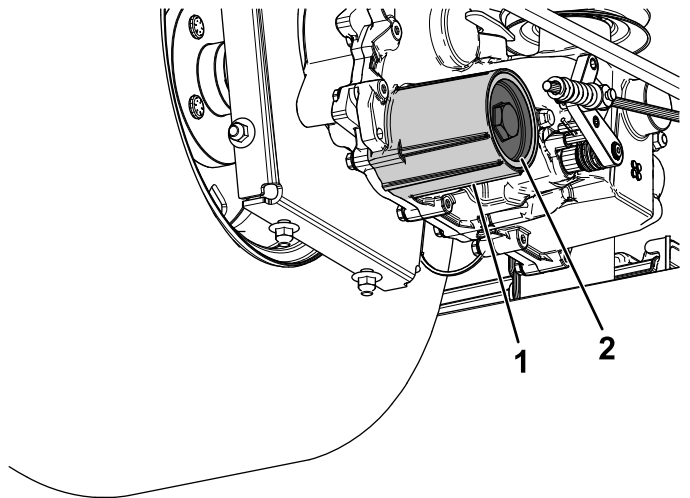

Figura 89
7. Retire la tapa del filtro de fluido hidráulico del transeje para vaciar el fluido (Figura 89).